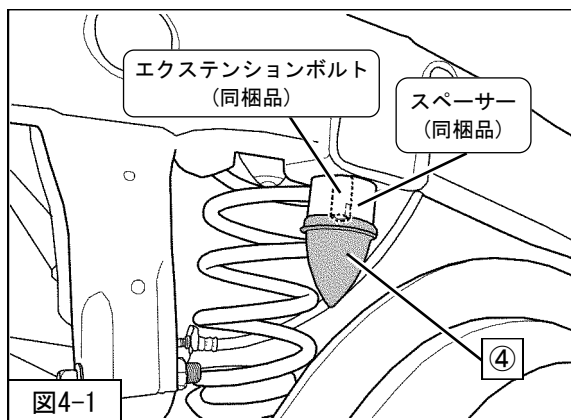

図4-1
1. P 6「サスペンションASSY構成図」を参考に、エクステンションボルト (同梱品) (締付トルク : 50N・m) を車両に取付け、スペーサー (同梱品) ④バンプストッパ (純正部品) (締付トルク : 50N・m) を取付けてください。(図4-1)